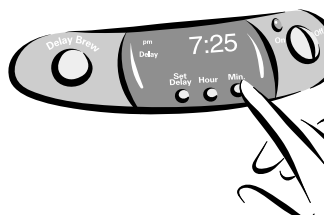

FIGURA B-1
- 2) Presione y detenga el botón de minutos MIN. hasta que en la pantalla del reloj aparezcan los minutos correctos. Consulte la Figura B-1.